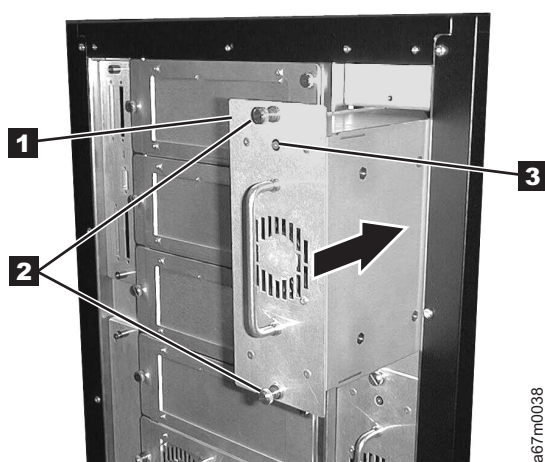

Abbildung 29. Redundantes Gleichstromversorgungsmodul installieren
2. Suchen Sie den Schacht, in den das redundante Gleichstromversorgungsmodul installiert werden soll. Lösen Sie die beiden Sicherungsrändelschrauben an der Abdeckplatte und entfernen Sie die Abdeckplatte (siehe Abb. 29 auf Seite 44).
Anmerkung: Achten Sie vor dem Einsetzen des Gleichstromversorgungsmoduls darauf, dass Sie das Stromversorgungsmodul so ausrichten, dass sich die LED **3** an der in Abb. 29 gezeigten Position befindet.
3. Schieben Sie das Gleichstromversorgungsmodul (**1** in Abb. 29) ein, bis es sich mit der Stromverteilerplatine verbindet, und ziehen Sie die beiden Sicherungsrändelschrauben **2** an.